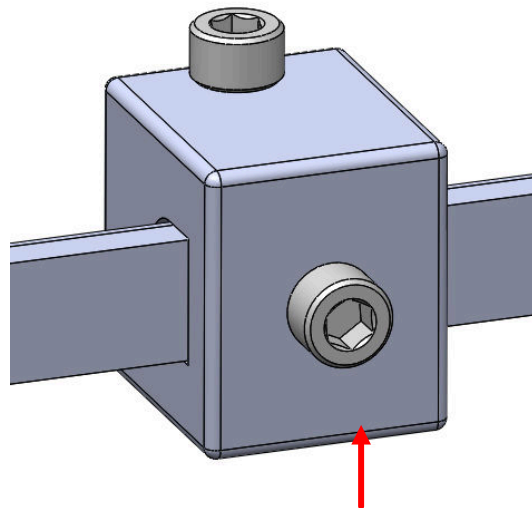

图 3-13. 定位螺钉
c. 可以拧紧定位螺钉，以固定 SENS093_Slider 的位置，如图 3-13 所示。